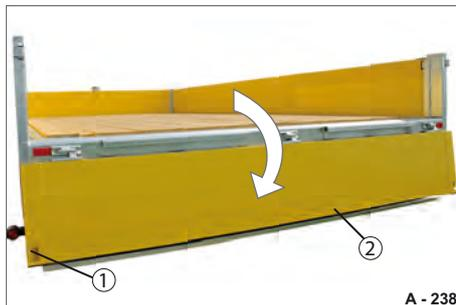

Abb. 124 Heckbordwand, abgeklappt
- ▶ Bordwand-Verschlüsse (Abb. 124/1) entriegeln.
- ▶ Heckbordwand (Abb. 124/2) etwas öffnen, Bordwand-Verschlüsse schließen.
- ▶ Heckbordwand (Abb. 124/2) beidhändig und kontrolliert abklappen - nicht herunterfallen lassen!